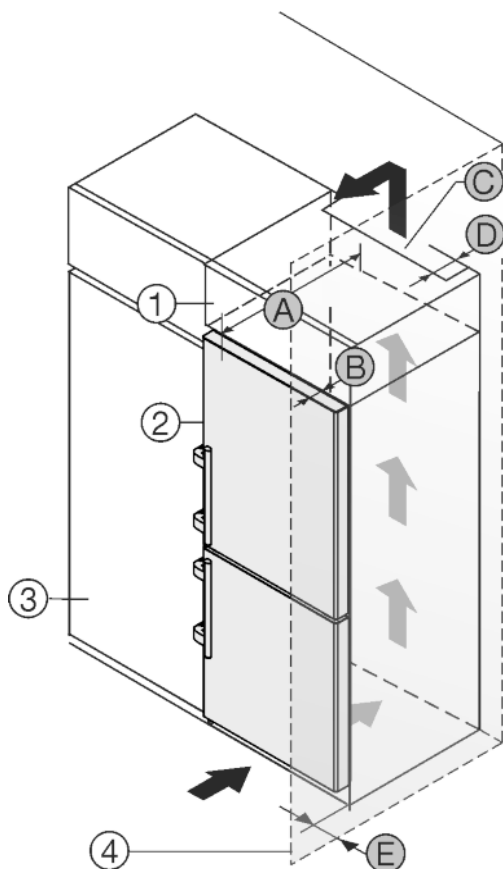

Fig. 51
Uređaj se može adaptirati za ugradnju u kuhinjske ormare. Kako biste uređaj Fig. 51 (2) prilagodili visini kuhinjskog namještaja, iznad uređaja možete postaviti viseći ormar Fig. 51 (1).
Uređaj se može postaviti direktno uz kuhinjski ormar Fig. 51 (3). Kako biste vrata mogli potpuno otvoriti, uređaj mora biti za dubinu Fig. 51 (B) ispred u odnosu na prednjicu kuhinjskog ormara. Ovisno o dubini kuhinjskih ormara i uporabi zidnih distancera, uređaj može i dalje stršati.
- Na stražnjoj strani visećeg ormara treba postojati otvor za odzračivanje dubine Fig. 51 (D) po cijeloj širini visećeg ormara.
- Ispod stropa prostorije treba poštivati ventilacijski presjek Fig. 51 (C).
Kada se uređaj postavlja s okovima pored zida Fig. 51 (4), treba poštivati razmak Fig. 51 (E) između uređaja i zida. To odgovara stajanju ručice kod otvorenih vrata.